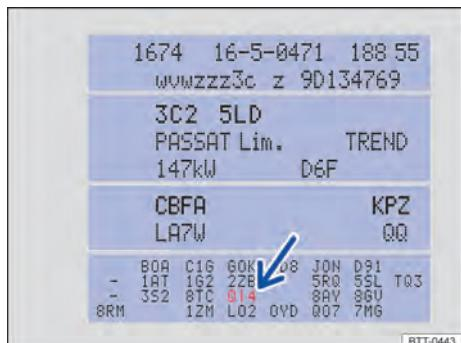

Fig. 227 Etiqueta de dados do veículo com número PR do respectivo serviço (Representação esquemática).
- No número PR da etiqueta de dados do veículo → Fig. 227 (seta) → Página 314.